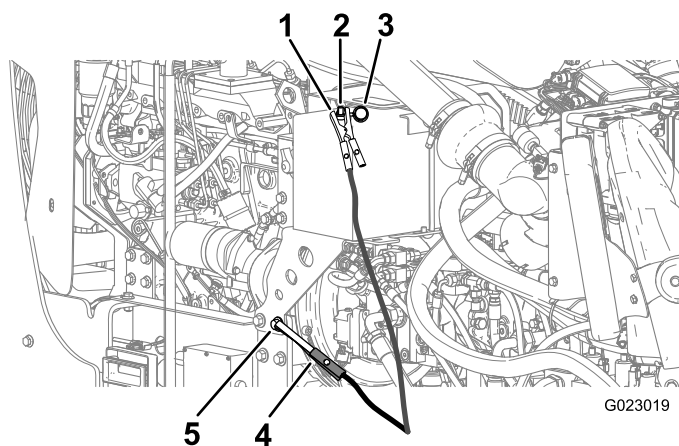

**Figure 132**
6. Retirez le capuchon de la borne de la batterie déchargée (Figure 132).
7. Branchez le câble de démarrage positif (+) à la borne de démarrage de secours (Figure 132).
8. Connectez le câble de démarrage négatif (-) à un point de masse, comme un boulon non peint ou un élément du châssis (Figure 132).
10. Lorsque le moteur démarre, demandez à l'autre personne de débrancher le câble de démarrage négatif (-) du châssis, puis de débrancher le câble de démarrage positif (+) (Figure 132).